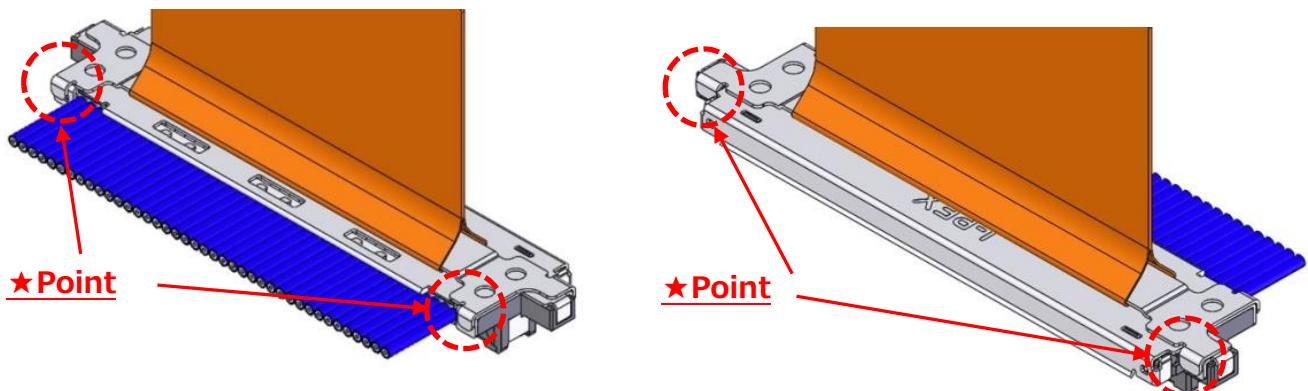

図.12 Pull Tape Holder 組付け確認位置
② Pull tape holder が正常に組み立てられているか確認する。(図.12★部)